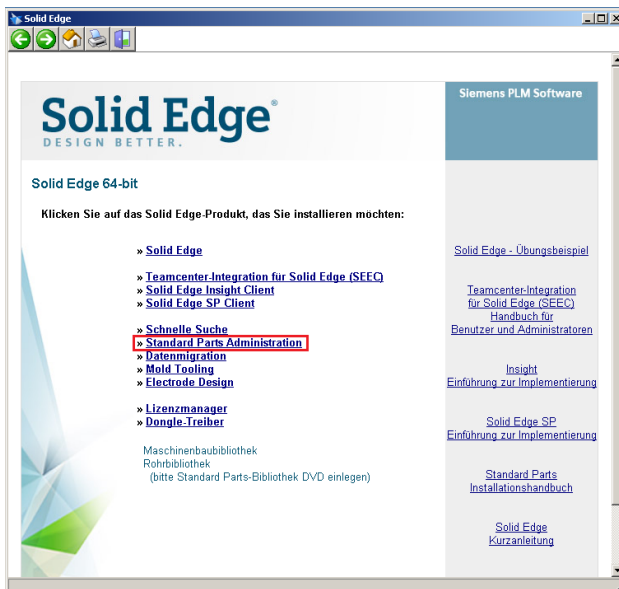
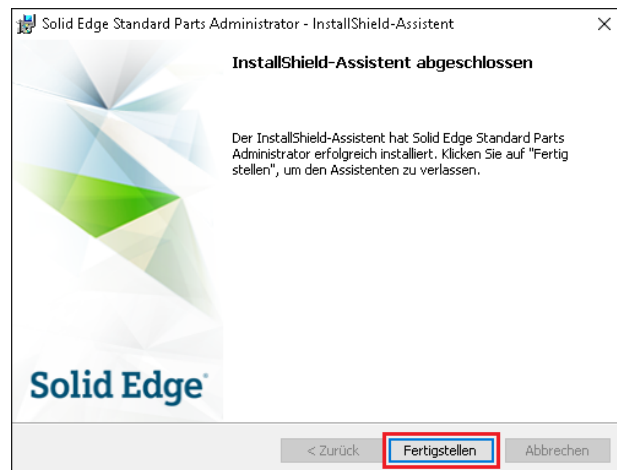

Abbildung 1
Abbildung 12
- 3.1. Starten Sie die Installation der Standard Parts Administration über das Autostart-Menü der Solid Edge Produkt DVD oder der Installationsdatei (z. B. „Solid_Edge_DVD_GERMAN_2019.exe“) (Abb. 1).
Mit einem Klick auf „Fertigstellen“ (Abb. 12) beenden Sie die Installation und können nun auch das Installationsmenü (Abb. 1) beenden.